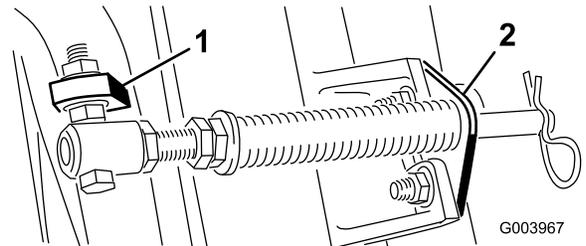

図 6
注 ボルトは、**図 6**に示すように、頭部が外側にくるように取り付ける。
- カッティングユニットのタブにロッドブラケットを取り付け、キャリッジボルトとナットで固定する **図 6**。